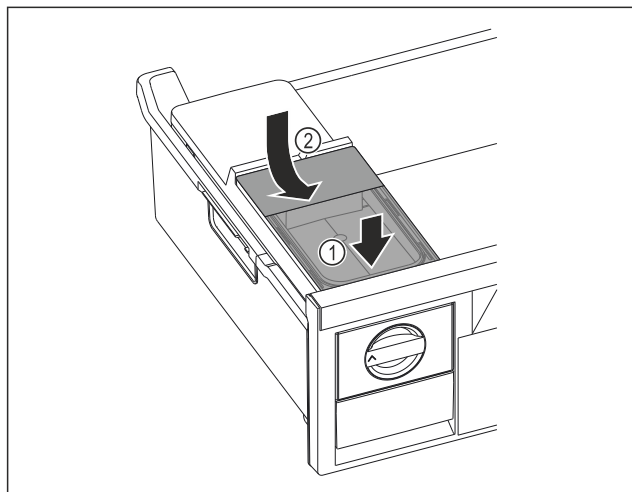

Fig. 181
- ▶ Elöl tegye fel a víztartályt. Fig. 181 (1)
- ▶ Hátul engedje le a víztartályt. Fig. 181 (2)